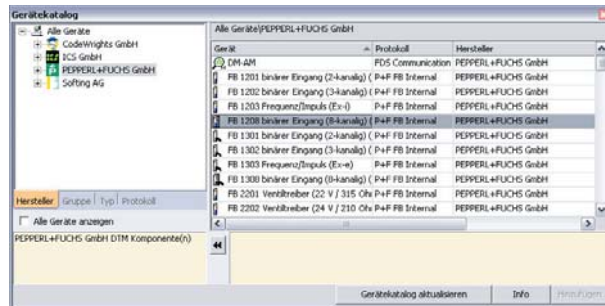

Bild 4.5: Gerätekatalog in PACTware
3. Um den Gerätekatalog zu aktualisieren, klicken Sie auf die Schaltfläche **Gerätekatalog aktualisieren** (siehe Bild 4.5 auf Seite 35).